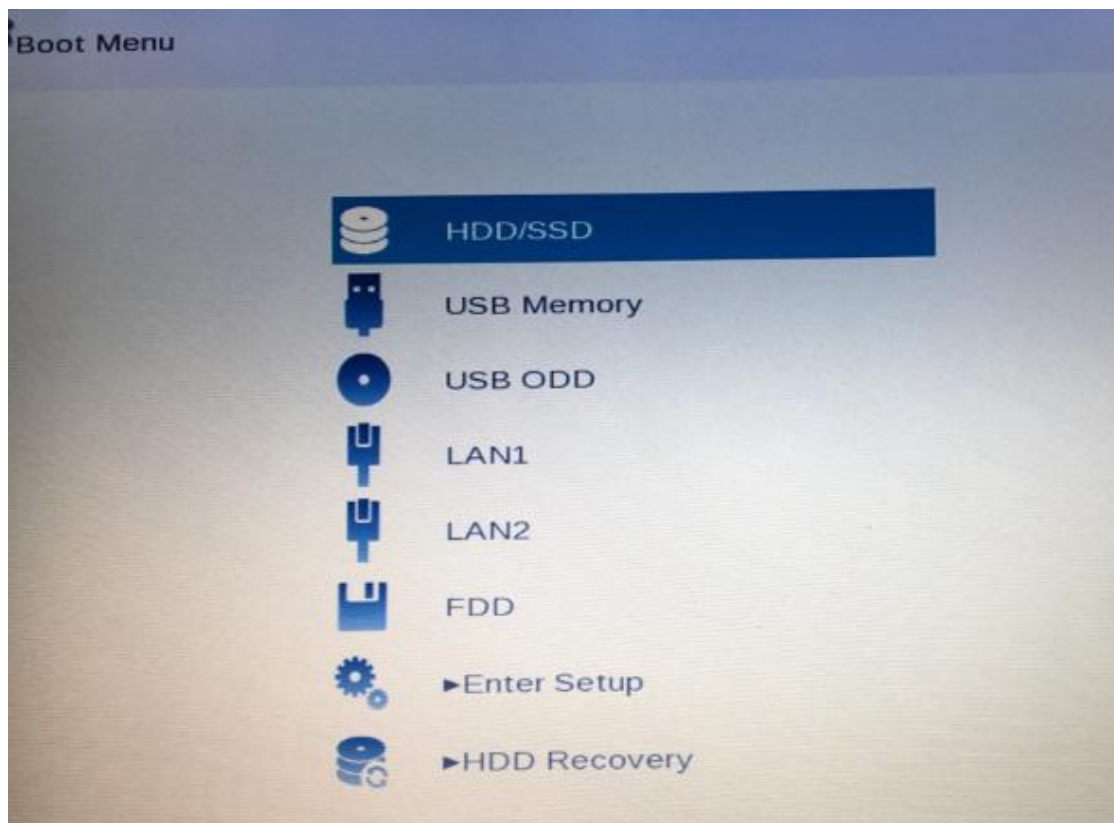

图 1
1.将测试机连接上电源和网线后，按 power 键开机，开机按 F12，进入图 1 界面